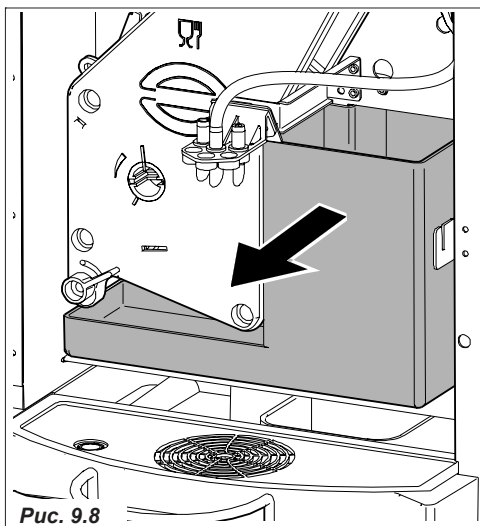

Рис. 9.8
- замените емкость с кофейной гущей (кофе в зернах) (Рис. 9.8).